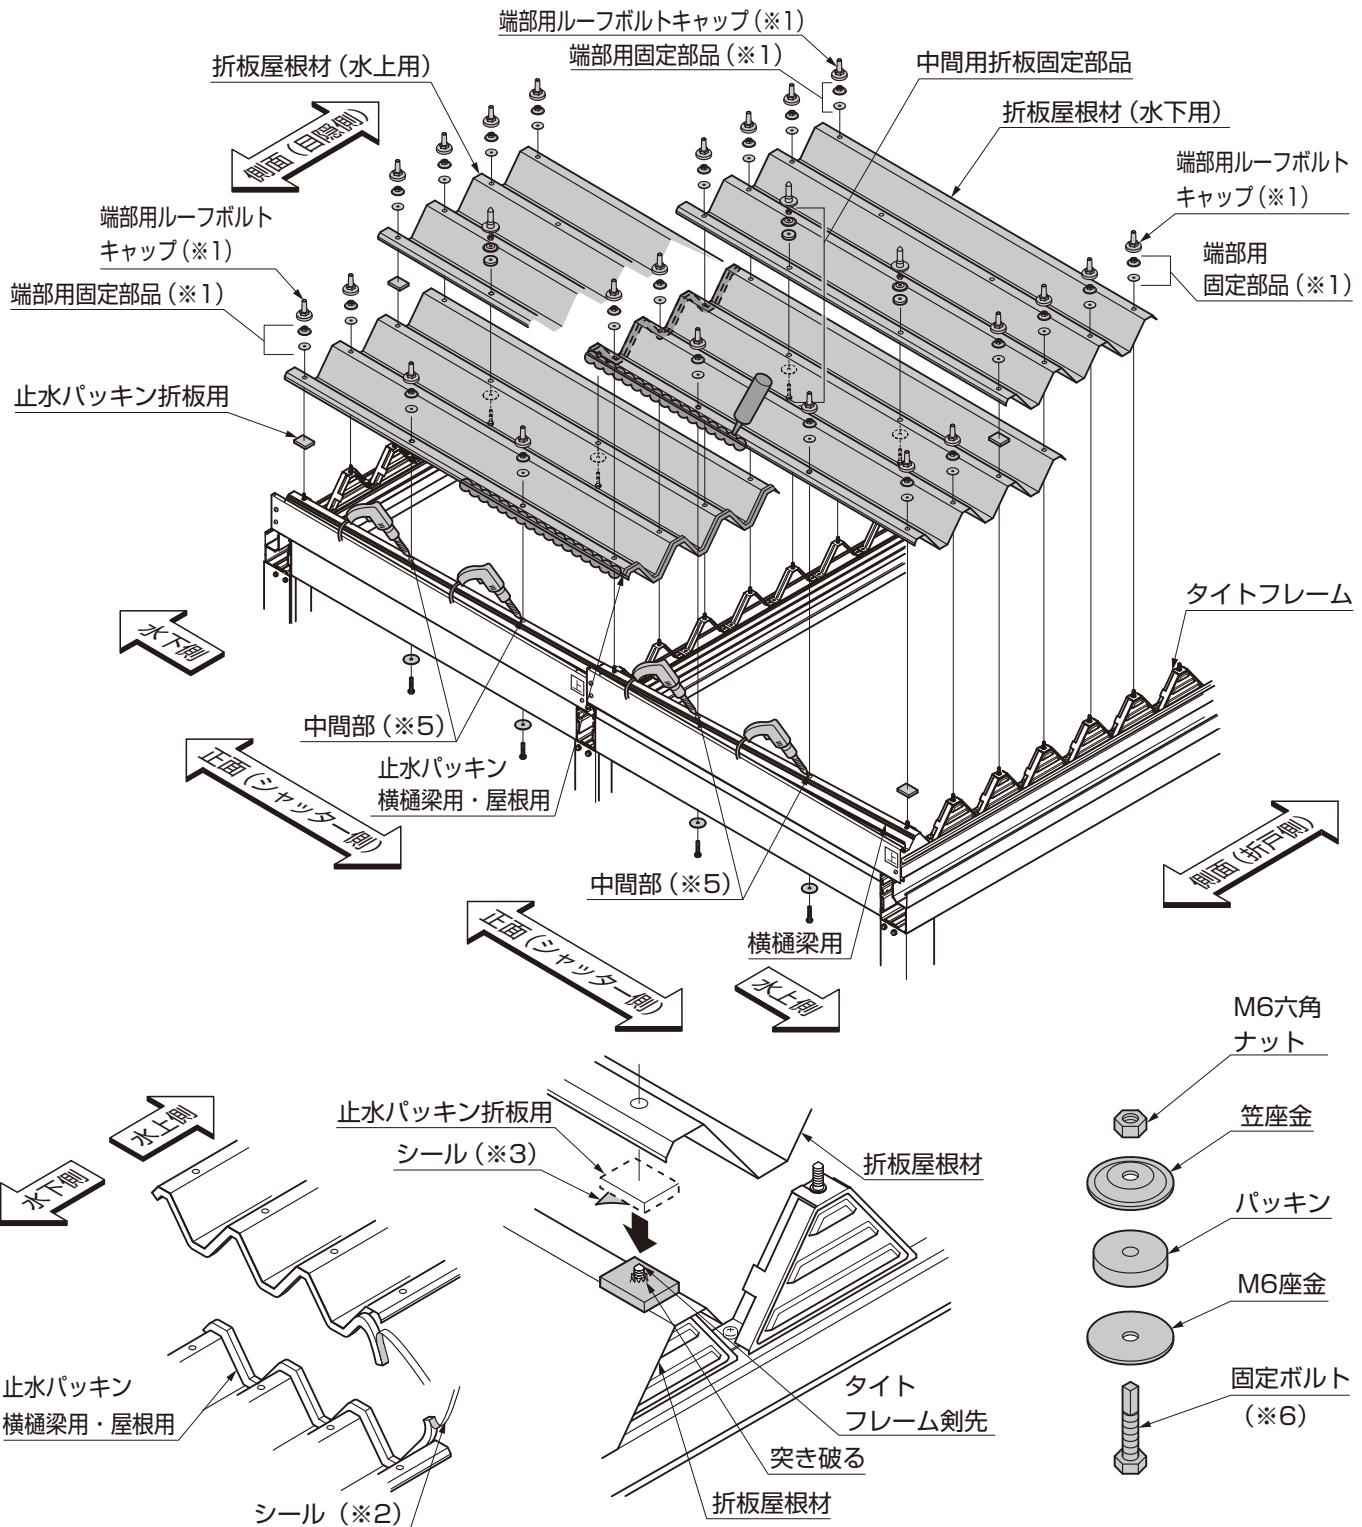

図16-12 止水パッキン
- ①水下側折板屋根材と水上側折板屋根材の中間重なり部分に、止水パッキン横樋梁用・屋根用のシール（※2）をはがして貼付けてください。（図16-12参照）
- 止水パッキン横樋梁用・屋根用は、水下側の場合は上側に、水上側の場合は下側に貼付けてください。（図16-12参照）